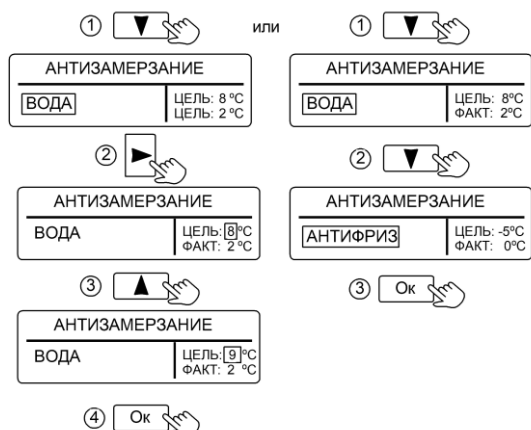

Рисунок 6. Настройка режима «АНТИЗАМЕРЗАНИЕ»
10.1.1 При выборе в качестве теплоносителя **«ВОДА»** (см. рис. 6), нагрев теплоносителя производится на два градуса выше заданной величины.
температуры теплоносителя (см. рис. 6). Температуру можно задать в диапазоне от +8°C до +15°C .